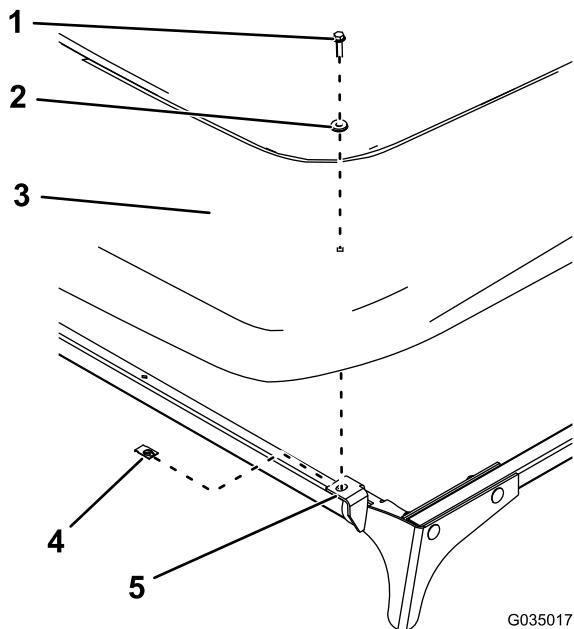

图15
17. 如图15所示，用2个夹子、2个密封垫圈和2个六角头螺栓 ($\frac{1}{4} \times 1$ 英寸) 将遮阳篷安装到前安装板上。